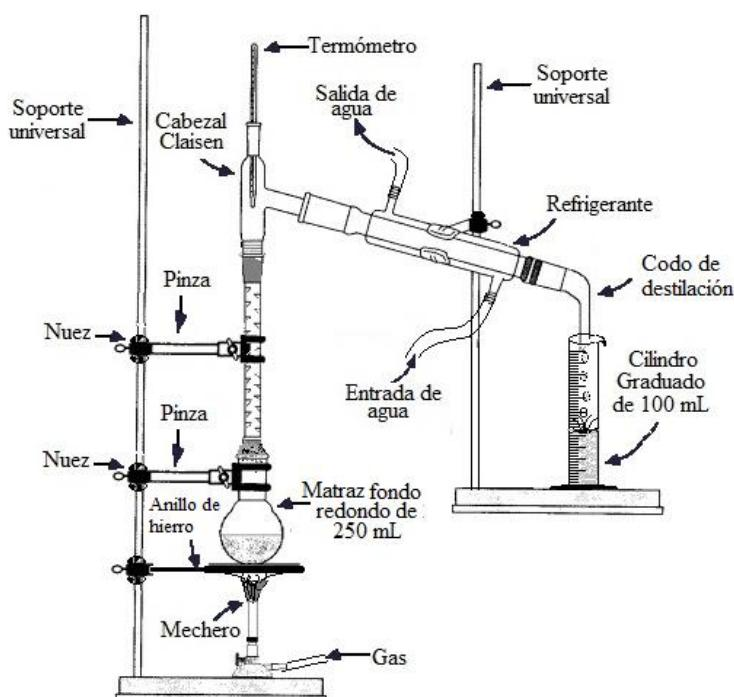

Figura 3.- Aparato de destilación fraccionada
Un aparato de destilación fraccionada se muestra en la figura 3, en éste a medida que los vapores calientes suben a través del relleno, se van condensando en todas las zonas de la columna. El condensado gotea a través del relleno; al gotear y descender tiene lugar un intercambio de calor continuo con los vapores calientes, que continúan ascendiendo por toda la superficie del relleno. Si el condensado acepta en algún punto calor de los vapores se reevapora y el vapor formado será más rico en el componente más volátil que el condensado, a la vez, el vapor al haber perdido calor por habérselo cedido al condensado, se condensa parcialmente. Este condensado es más rico en el componente menos volátil.
1.- Arme el aparato de acuerdo a la figura 3. Destile 100 ml de mezcla misma mezcla usada en la destilación simple, con 2 ó 3 nuevas piedras de ebullición.